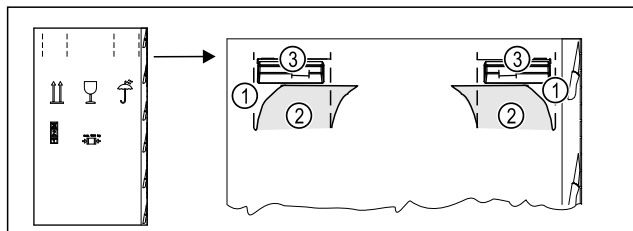

Fig. 3
- Embalažno škatlo pritisnite zgoraj na perforaciji Fig. 3 (1).
- Izvlecite not potisnjene zanke Fig. 3 (2).
- Nosilni ročaj Fig. 3 (3) desno in levo je viden.
- Napravo držite za nosilne ročaje Fig. 3 (3).